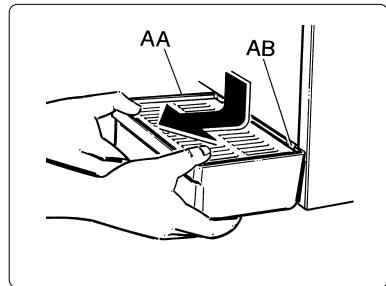

Fig. 19
- i) Smontare la vaschetta raccogligocce (AA) abbassandola e tirandola verso l'esterno (vedi fig. 19).